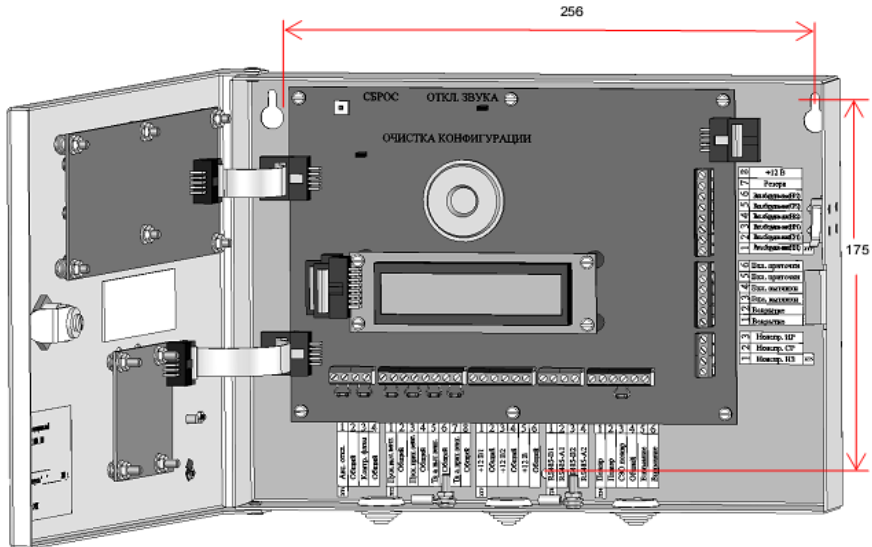

Рис.3.1 Прибор центральный ИЮЛГ 3.001.100
3.1.1. Конструктивно прибор ЦП выполнен в виде законченной конструкции и состоит из корпуса и лицевой панели (см. Рис. 3.1,3,2).